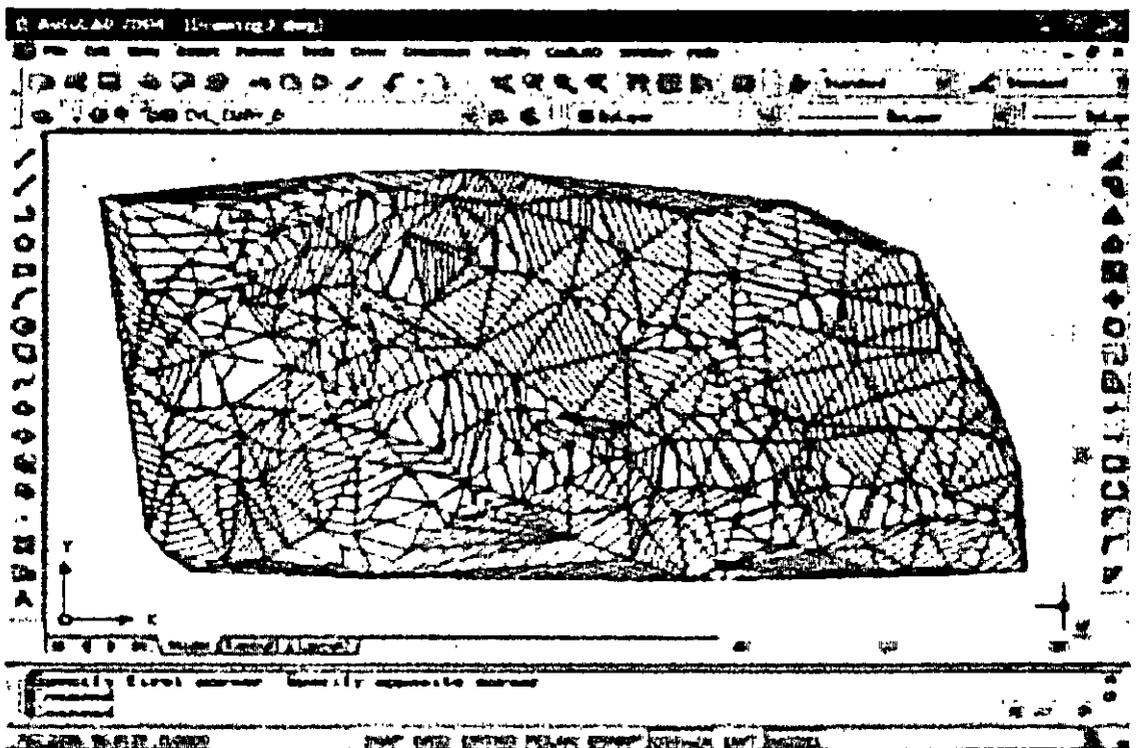

Fig. 22: Curvas de nivel anotadas.
8. Active la rutina correspondiente para anotar elevación en las curvas gruesas. (fig. 22).